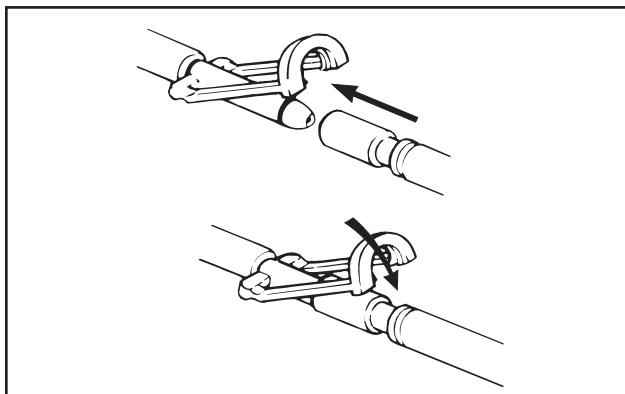

Abbildung 6 – Clik-Tite Steckverbinder
- Die zwei Clik-Tite Steckverbinder (Abb. 6 unten) an den Verbindungsschlauch zur Decke/Körperwickel anschließen. Den Stecker mit dem Stift in den Stecker mit der Buchsen einsetzen. Wenn die Armaturen voll zusammengefügt sind, den Befestigungsring einschnappen lassen, um eine sichere Verbindung zu gewährleisten.